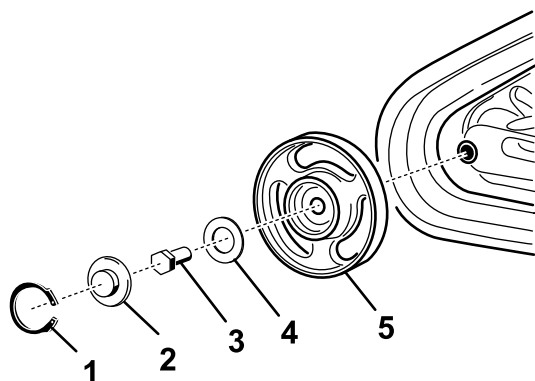

**Figure 47**
6. Poussez le galet de roulement avant aussi loin que possible vers l'arrière (Figure 47).
8. Lorsque la chenille est déchaussée, déposez-la de la machine (Figure 47).
9. Pour installer une chenille neuve, commencez par l'enrouler autour de la roue d'entraînement, en vérifiant que les crampons s'engagent correctement entre les entretoises sur la couronne (Figure 47).
10. Poussez la chenille sous et entre les galets de roulement arrière et central (Figure 47).